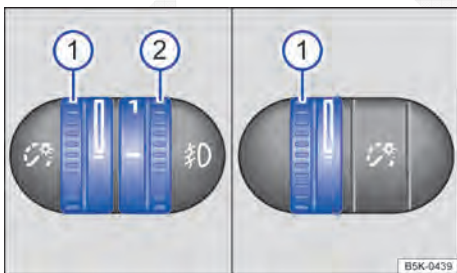

Fig. 98 Ao lado do volante: regulador da iluminação dos instrumentos e dos interruptores ①, assim como regulagem do alcance do farol ②.
① Iluminação dos instrumentos e dos interruptores
Com a luz ligada, a luminosidade dos instrumentos e dos interruptores pode ser regulada sem escalonamento girando o regulador ⇒ Fig. 98 ①.
② Regulagem de alcance do farol
Em veículos com regulagem de alcance do farol dinâmica não há o regulador ⇒ Fig. 98 ②. O alcance do farol dianteiro se adapta automaticamente às condições de carga do veículo ao ligar o farol dianteiro ⇒ **▲**. ▶